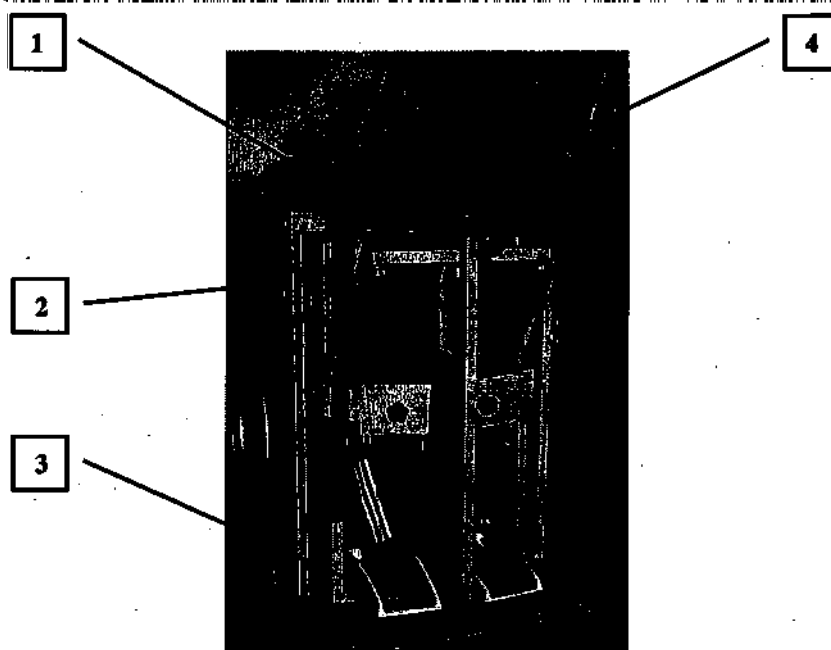
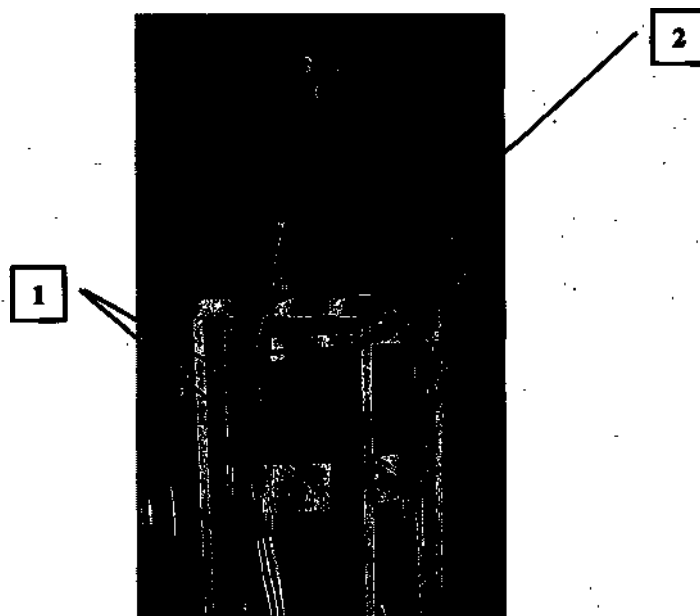
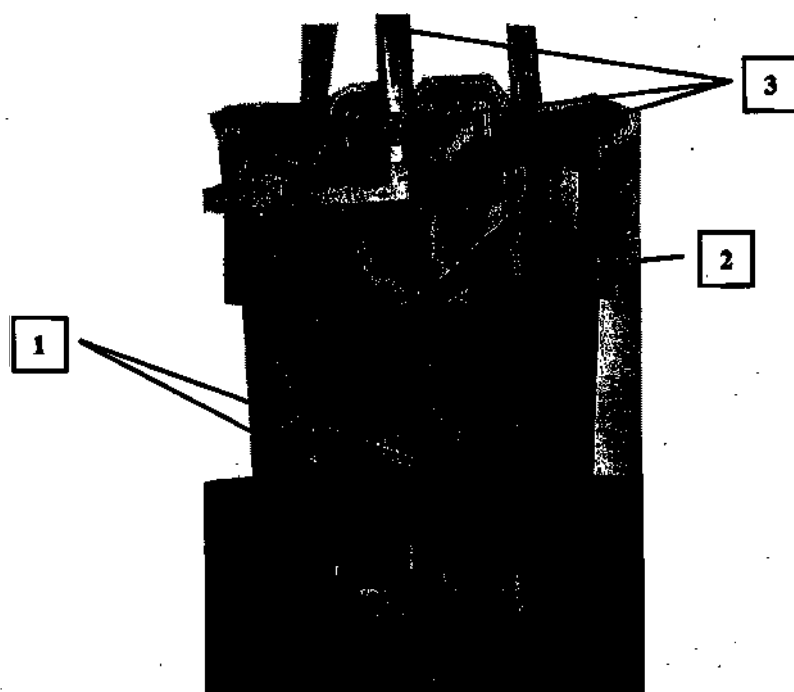

Рисунок 11 – Перемещение пациента из коляски на имитатор
Рисунок 13 – Принятие пациентом вертикального положения
Рисунок 15 - Имитатор ходьбы вид сзади
7.1.1 Пациент на коляске подъезжает к имитатору сзади, лицом к изделию, см. Рисунок 11 поз.1.
7.1.3 Проверить положение фиксатора, который должен находиться в положении блокировки подвижной части, см. Рисунок 11 поз.2 и рисунок 12.
7.1.4 Взявшись за неподвижные части рамы имитатора, см. рисунок 11 поз.1, пациент находит удобное для себя положение и поочередно перекладывает ступни в подставки под ноги, см. рисунок 11 поз.3, акцентируя упор пяток на задние области опор.
7.1.5 Затем, опершись правым предплечьем о стойку имитатора, см. Рисунок 11 поз.4, пациент подается корпусом вперед, упирая колени в коленопоры, см. Рисунок 13 поз.1, и с помощью сопровождающего лица фиксирует колени ремнями крепления см. Рисунок 15 поз.1, после чего принимает вертикальное положение, см. Рисунок 13.
7.1.6 После того, как пациент принял вертикальное положение, следует опустить опору поясицы, см. Рисунок 13 поз.2. и Рисунок 14 поз.1,2.
7.1.7 В случае необходимости используется пояс-ремень фиксатор для поясницы, см. Рисунок 15 поз.2, при этом нужно обхватить пациента ремнем спереди с последующим закреплением его к задней части опоры;
7.1.8 Для придания вертикального положения с помощью фиксаторов-«барашков» выставляется нужное положение опоры поясницы (опора поясницы может перемещаться выше или ниже, вперед или назад), см. Рисунок 15 поз.3.